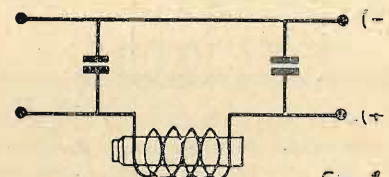

Fig. 1
**I CASO (Fig. 1).** Come impedenza di livellamento. — In questo caso in essa passa il carico di tutte le valvole. Chi ha un consumo anodico da 45 a 55 milliamperes può avvolgere Kg. 1.400 di filo smaltato da 0,25 mm.; avrà circa 1100 Ohms di resistenza e quindi una caduta nel dinamico di 60 Volts circa (dati dalla formula  $V = R \times I$ ).